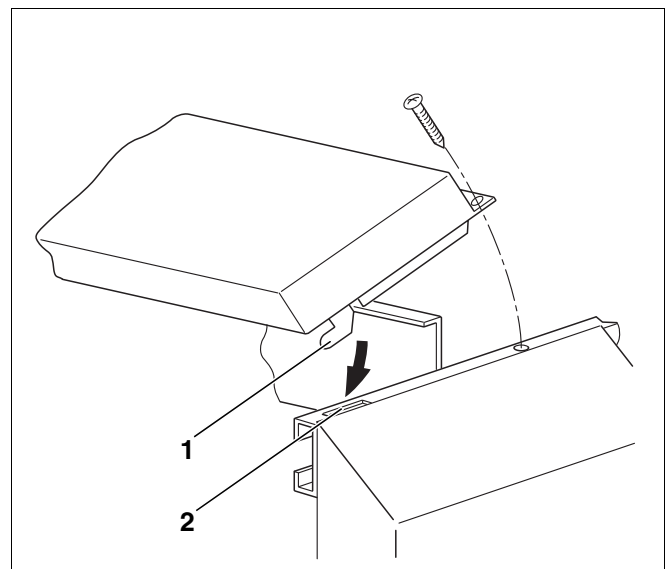
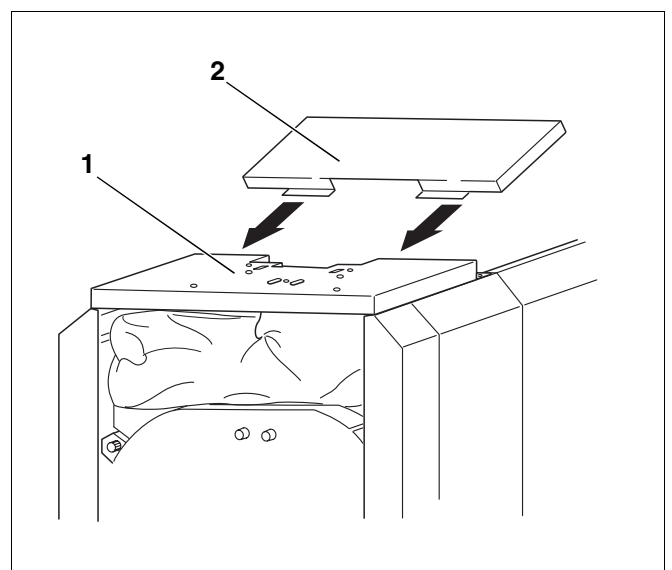

Fig. 43
Fig. 44
- Sæt krogene (Fig. 43, **pos. 1**) på den forreste topplade betegnet „A“ ind i slidserne på længde traverserne (Fig. 43, **pos. 2**) og skub den fremad.
- Skru bagsiden af toppladen „A“ fast på længde traverserne med pladeskruer (se Fig. 43 og Fig. 44).
- Skub ombukket på den 400 mm brede topplade med betegnelsen „D“ (Fig. 44, **pos. 2**) ind under den forreste topplade (Fig. 44, **pos. 1**).